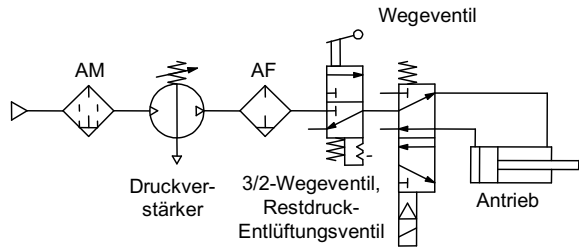

Abb. 2 Schaltkreisbeispiel (1)
- a) Schließen Sie ein 3/2-Wegeventil am Ausgang OUT des Druckverstärkers an, damit der Restdruck in der Anlage schnell und vollständig abgelassen werden kann, wie z. B. vor der Durchführung von Wartungsarbeiten (siehe Abb. 2).